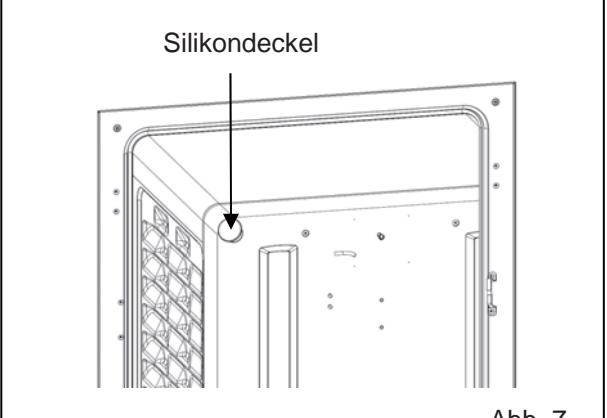
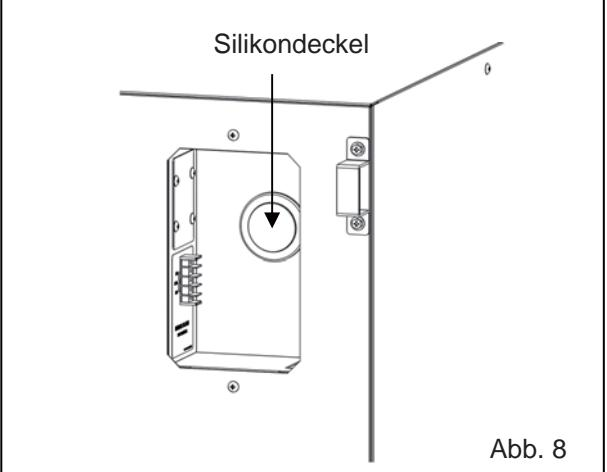

Abb. 7
Abb. 8
8. Bringen Sie die Silikondeckel für den Zugangsport innen (Abb. 7) und außen (Abb. 8) wieder an.